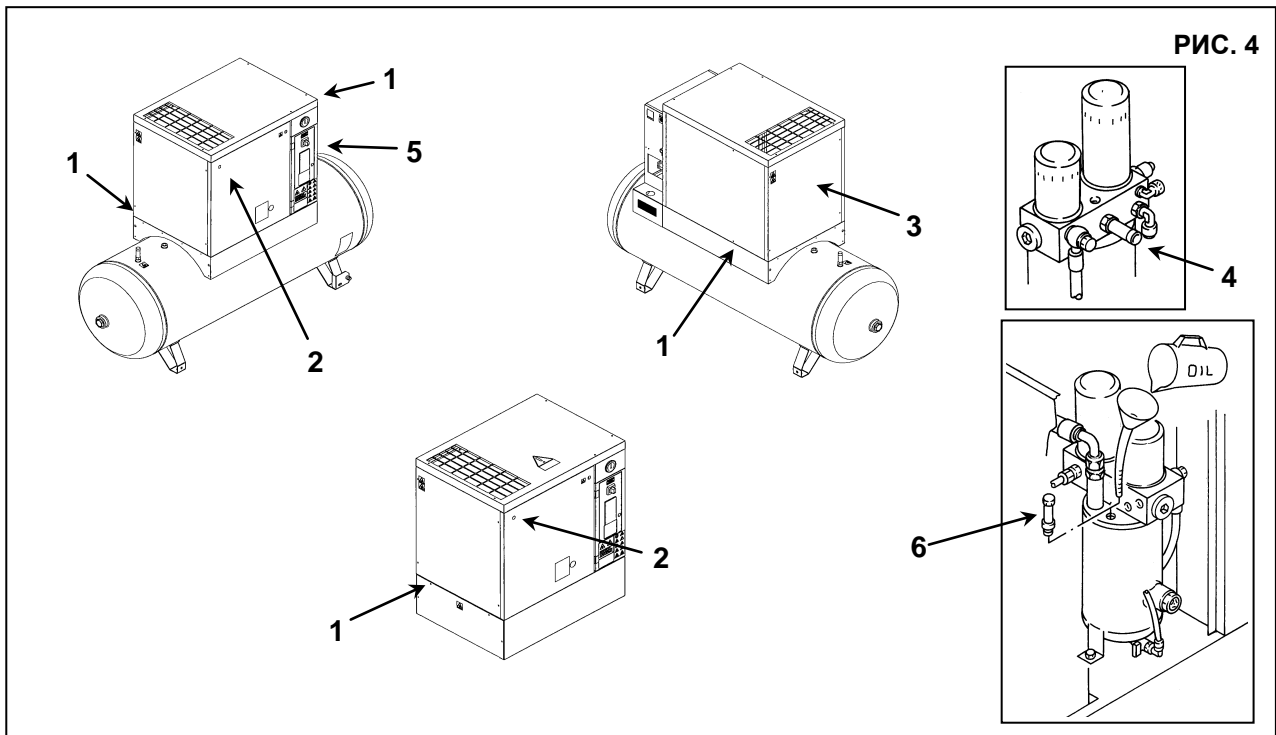

РИС. 4
7.1 ЗАЩИТНЫЕ УСТРОЙСТВА ДЛЯ ВИНТОВОГО КОМПРЕССОРА (Рис. 4)